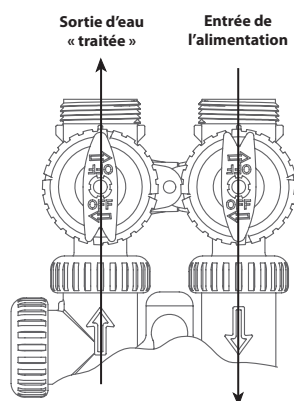

Figure 1
1. **Position d'opération normale:** Les poignées d'entrée et de sortie indiquent la direction du débit selon les flèches gravées sur la soupape de commande. L'eau s'écoule à travers la soupape de commande pendant le fonctionnement normal de l'adoucisseur d'eau ou le filtre. Lors du cycle de régénération cette position fournit de l'eau régénérée à l'appareil, tout en fournissant l'eau non-traitée au système de distribution. **(Fig. 1).**